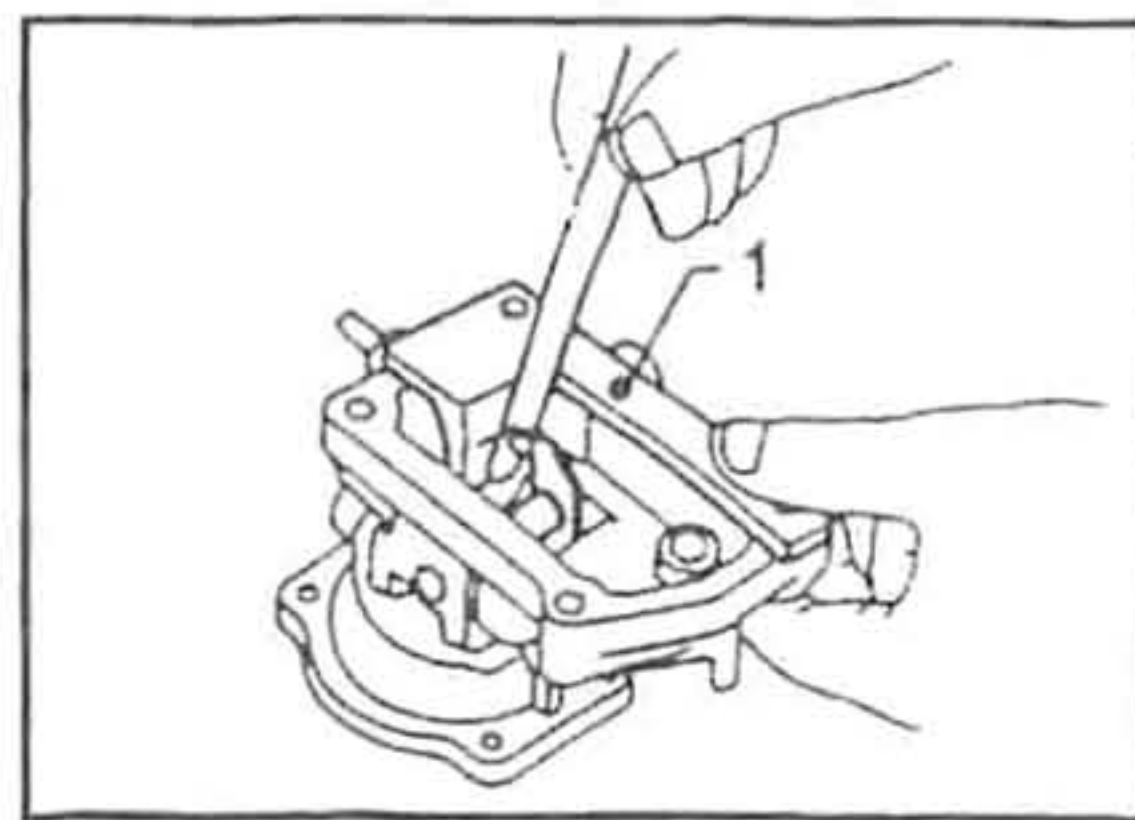

Рис. 320.
Для проверки правильности установки рычага закрепите на крышке контрольный угольник (1) и замерьте зазор между рычагом и угольником (рис. 320).